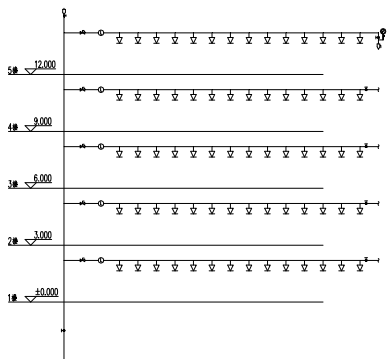

图 12-25 打开插入图框素材
① 按 Ctrl+O 组合键, 打开配套光盘提供的“第 12 章/ 12.3.6 插入图框.dwg”素材文件, 结果如图 12-25 所示。